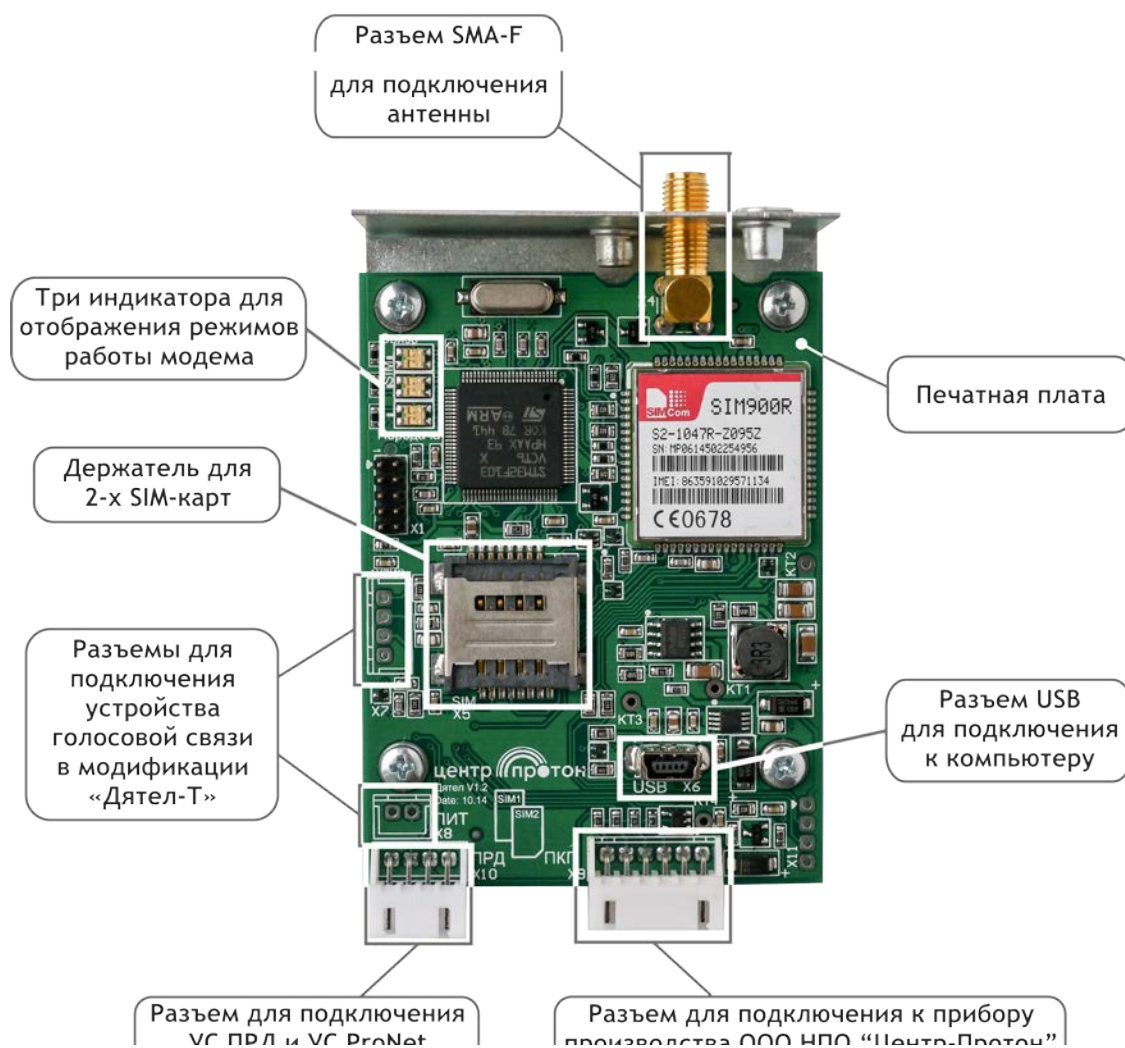

Рисунок 1.1
1.4.1 Устройство конструктивно выполнено в виде печатного узла, установленного на кронштейне. Имеет два варианта исполнения: второе исполнение отличается от первого наличием разъемов для подключения голосовой связи и имеет индекс «Т» (УС «Дятел-Т») (рисунок 1.1).